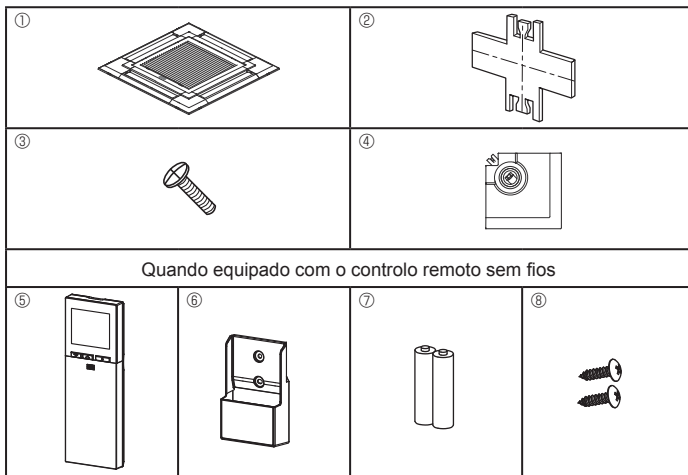

Fig. 9-1
9.1. Verificação do conteúdo (Fig. 9-1)